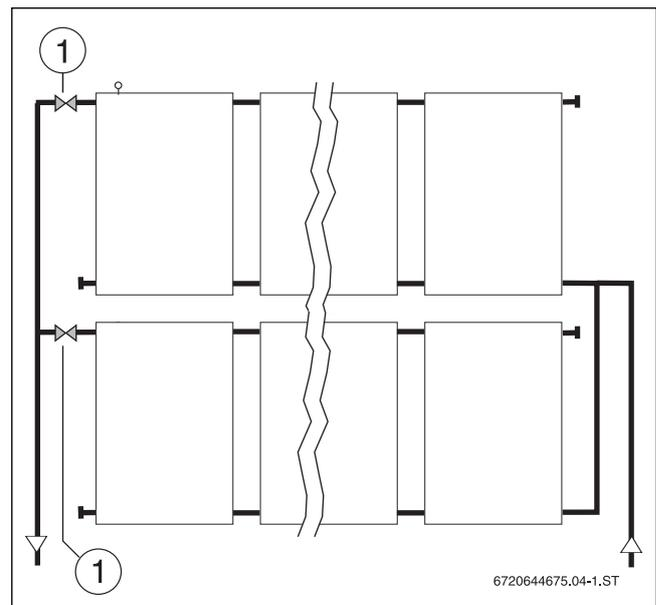

Bild 182 Spülen von parallel geschalteten Kollektorfeldern
- Im Vorlauf glykol- und temperaturbeständige Absperrarmaturen (→ Bild 182, [1]) montieren.